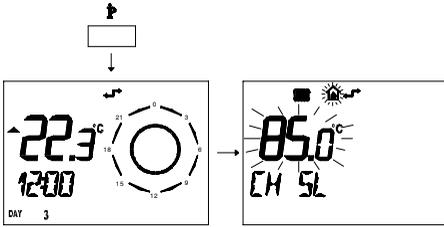

fig. 5.16
- 1 Premere per più di 3 secondi il pulsante  per entrare in modalità **INFO**. fig. 5.16